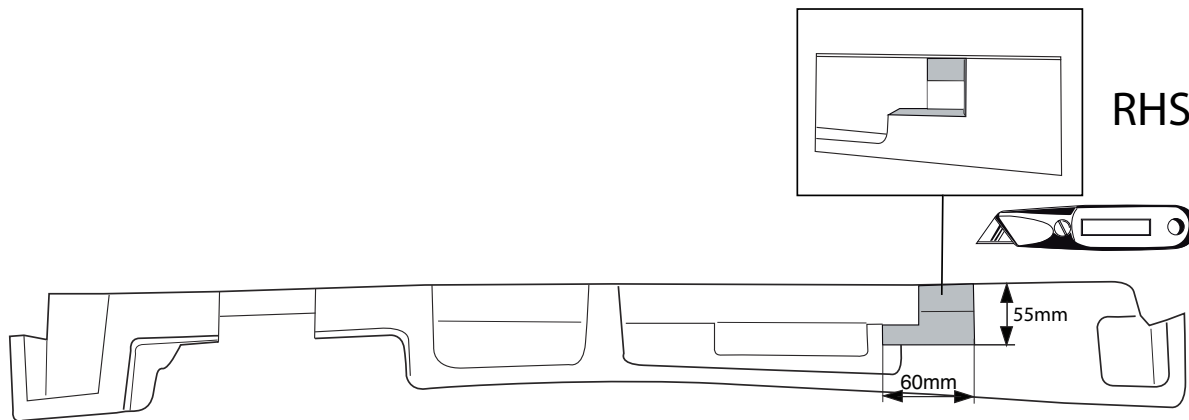

Fig.3
9. Выпилить обозначенную часть, как указано на рис. 3.